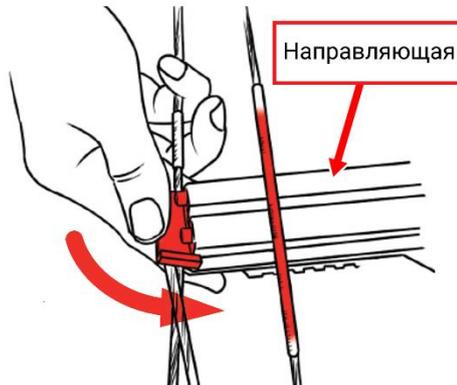

Рис.2
3. Смажьте воском плоскую сторону бегунка. Установите плечи в корпус арбалета. Бегунок с тросами должен войти в паз под направляющей, а тетива должна оказаться над ней (Рис.2).